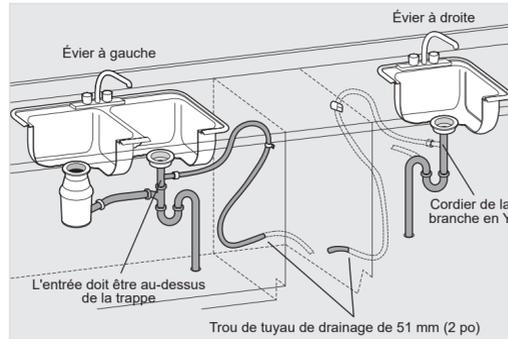

Figure 5
- Réviser les Figures 5 à 8 pour voir les différentes façons de raccorder le lave-vaisselle au système de vidange. Choisissez la méthode qui correspond le mieux à vos besoins.
- Si vous vous raccordez à une vidange d'évier, l'entrée devra être au-dessus du siphon. Un nécessaire de raccord en «Y», non inclus, facilitera cette méthode et comprend tous les accessoires et instructions nécessaires. Voir Figure 5.